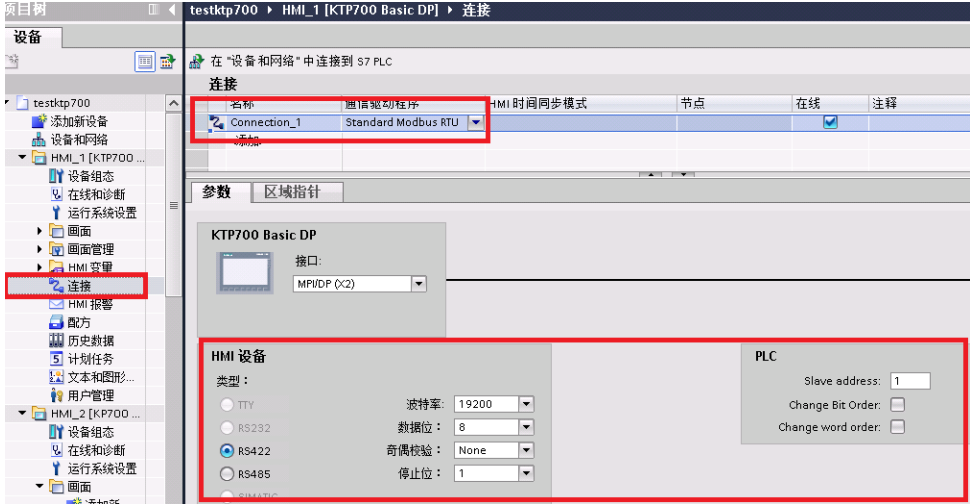

图 3-7 Modbus RTU 通信参数配置
4. 在 KTP700 Basic DP 项目的连接中建立连接，然后将通信参数按照 3-1 章节中所描述配置。由于 C470 控制器的“数据位”为“8”，“奇偶校验”为“无”，“停止位”为“1”且不可更改，所以按此参数配置后如图 3-7 所示，“类型”-- RS422，“波特率”—19200，“数据位”—8，“奇偶校验”—“None”，“停止位”—1，“Slave address”—1。